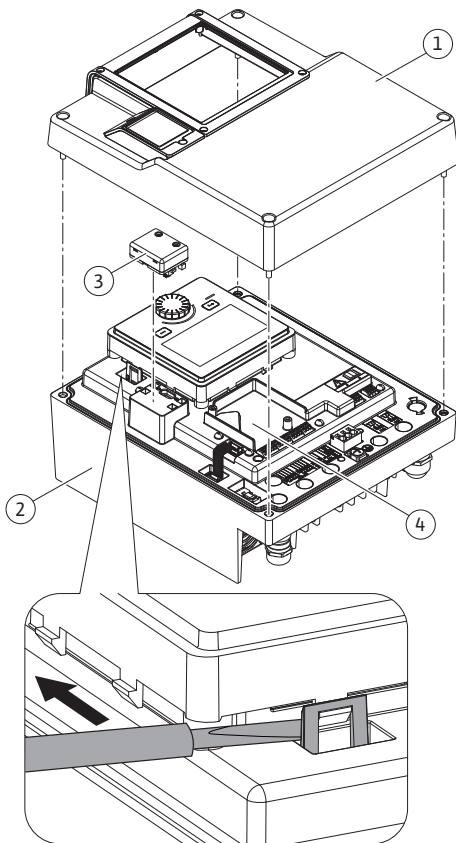
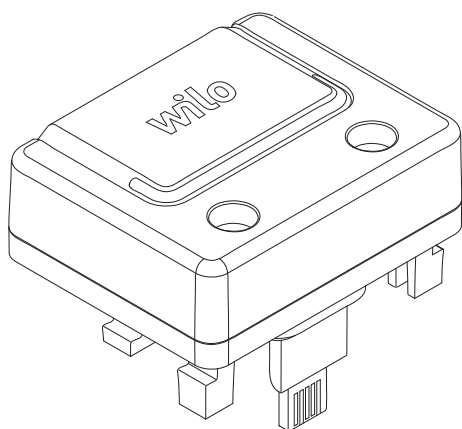

Fig. 30: Elektronikamodul
Fig. 31: Wilo-Smart Connect BT modul
1. A horgokat (Fig. 30) óvatosan nyissa ki egy szerszám (pl. csavarhúzó) segítségével.
A Wilo-Smart Connect BT modul Bluetooth-interfész (Fig. 30, 3. poz. és Fig. 31) mobil vég-eszközökhöz való (pl. okostelefon és tablet) csatlakozásra szolgál. A Wilo-Assistant alkalmazásban található a Wilo-Smart Connect funkció. A Wilo-Smart Connect funkció segítségével tudjuk elvégezni a szivattyú beállítását, kezelését és a szivattyú adatainak leolvasását. A beállításokat lásd az „Üzembe helyezés” [► 56] fejezetben.
1. Lazítsa meg az elektronikamodul felső részének négy csavarját (Fig. 30, 1. poz.; Fig. I, 2. poz.).
3. Dugja be a Wilo-Smart Connect BT modult az erre szolgáló Wilo-Connectivity interfészbe. Lásd: Fig. 30, 3. poz.
A CIF-modulok (tartozék) a szivattyúk és az épületfelügyelet közti kommunikációra szolgálnak. A CIF-modulokat az elektronikamodulban kell elhelyezni (Fig. 30, 4. poz.).